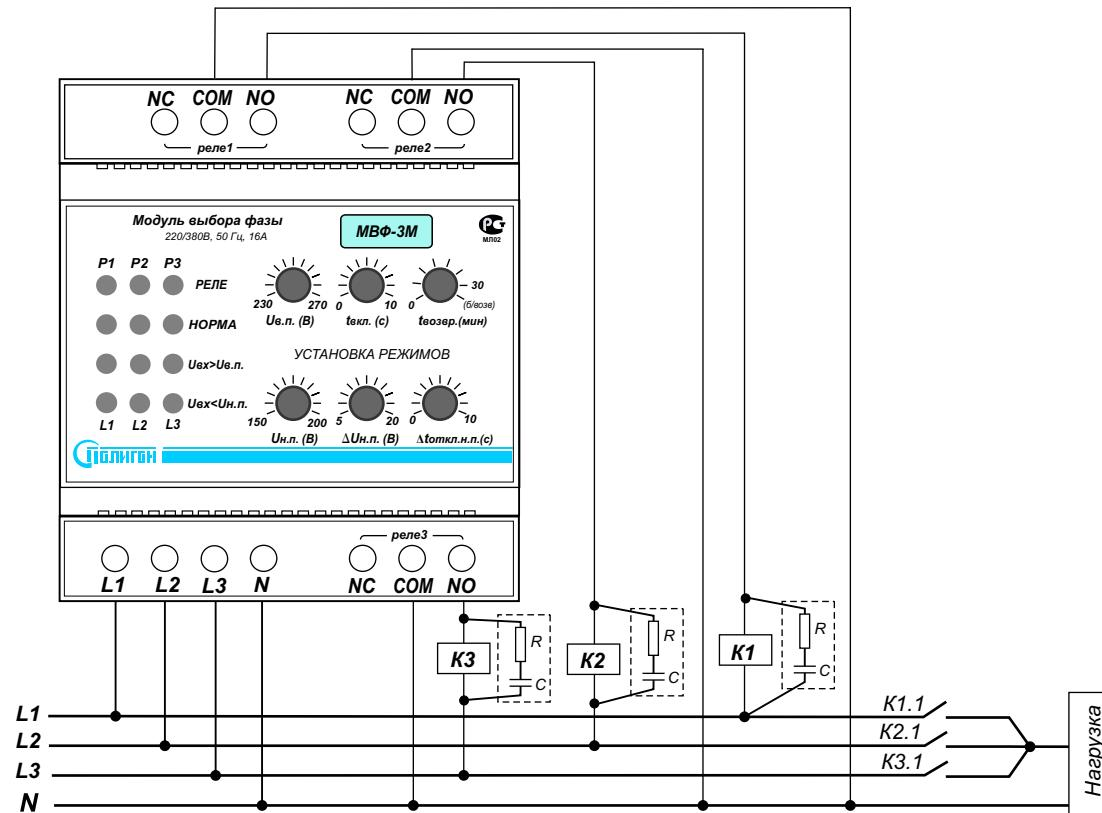

Рис.1. Типовая схема подключения МВФ-3М. Необходимо включать параллельно катушке пускателя искрогасящую цепочку R – 51 Ом 1Вт, С – 0,1 мкФ 630 В.
4.2. Произвести подключение входной контролируемой сети и цепей управления или сигнализации согласно маркировке (Рис.1): L1, L2, L3 — входные контролируемые фазы, они же являются питающими (провод сечением 0,5-1,5 мм кв.); N — нейтраль; контакты реле для подключения цепей управления силовыми контакторами (провод сечением 1,0-2,5 мм.кв.); СОМ — переключающий, NC — нормально замкнутый, NO — нормально разомкнутый.
схеме (рис.1).